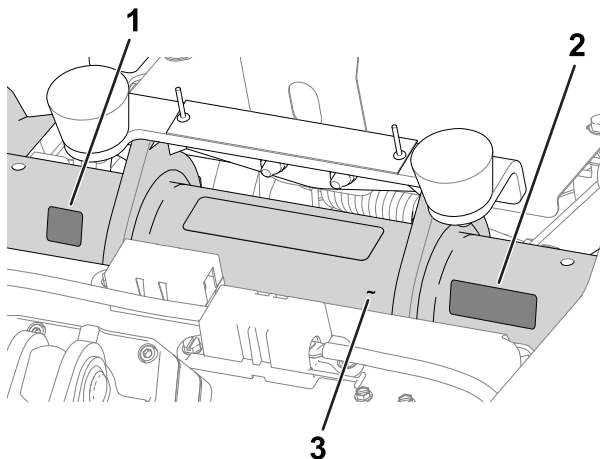

Figura 11
- **Pegatina del año de fabricación y pegatina con marca CE:** aplique las pegatinas del tubo del bastidor debajo del asiento y la placa del número de serie; consulte la Figura 11.